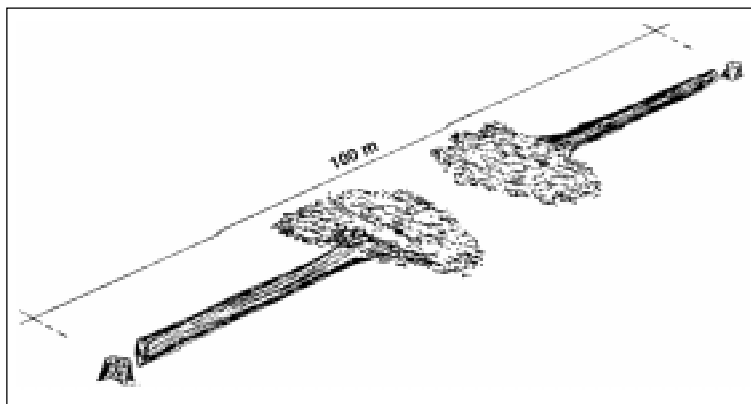

Figura 18. Distância mínima entre as equipes.
*Manter uma distância mínima entre as equipes.* Quando duas ou mais equipes estão trabalhando em uma mesma área de exploração, é necessário que mantenham uma distância mínima entre si de 100 metros (Figura 18). Além disso, o gerente da exploração pode usar as informações do mapa do planejamento para indicar onde as equipes devem estar posicionadas na floresta.